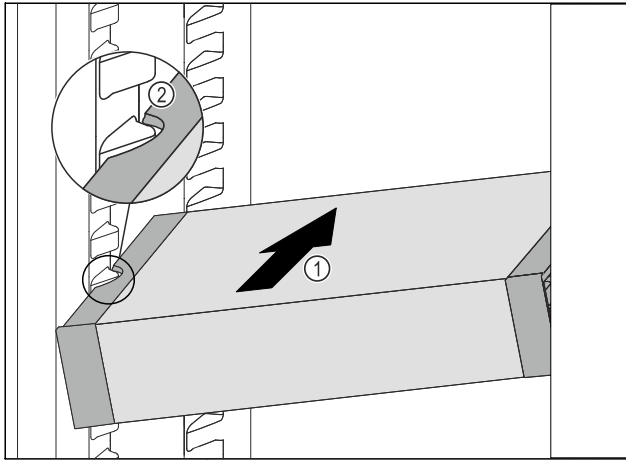

Fig. 90
- ▶ 将 VarioSafe 斜插入冷藏区中 Fig. 90 (1)，直至 VarioSafe 的侧部凹槽 Fig. 90 (2) 与冷藏区中的容器肋梁持平。